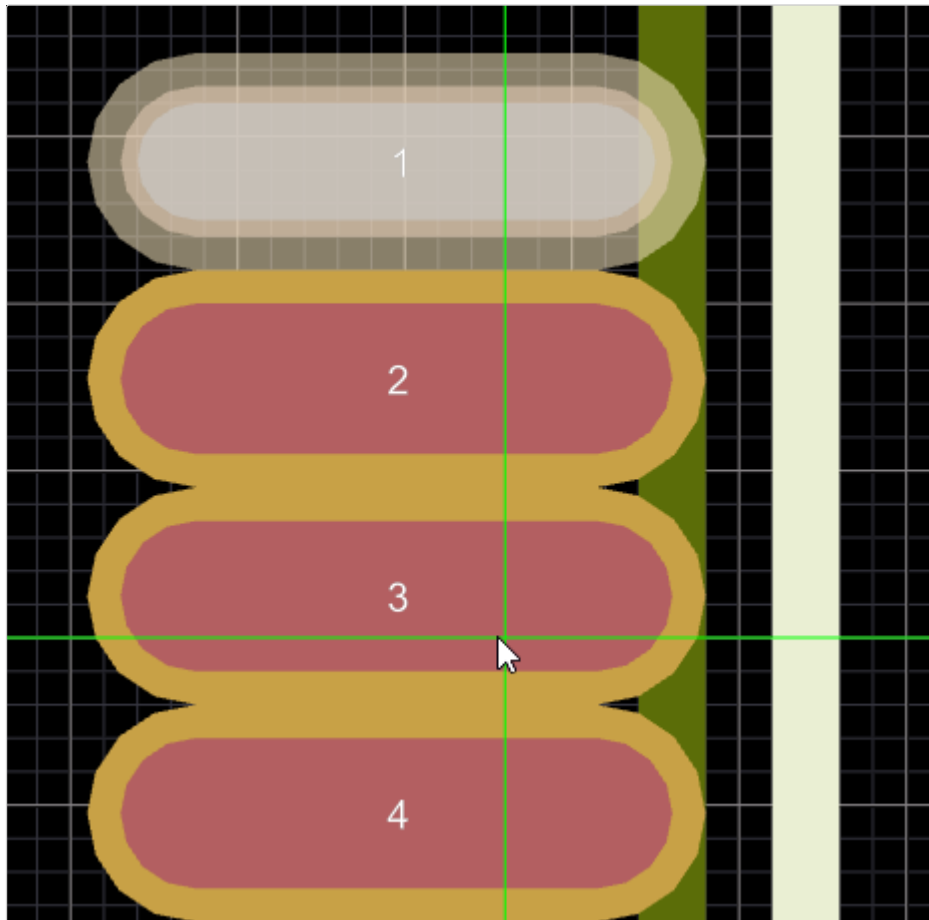

Рисунок 179. Выделенный примитив при измерении зазора
- 2) Нажать левой кнопкой мыши в точке на первый примитив, от которого необходимо начать измерение зазора. Примитив будет выделен на плате (см. рисунок 179).